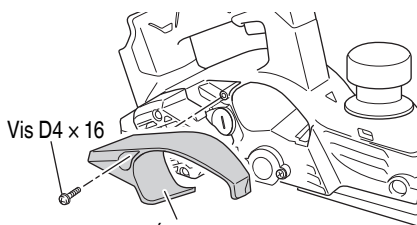

Fig. 38
- (1) Retirez les vis D4 x 16 de l'écran anti-copeaux et retirez l'écran anti-copeaux comme cela est indiqué sur la Fig. 38.